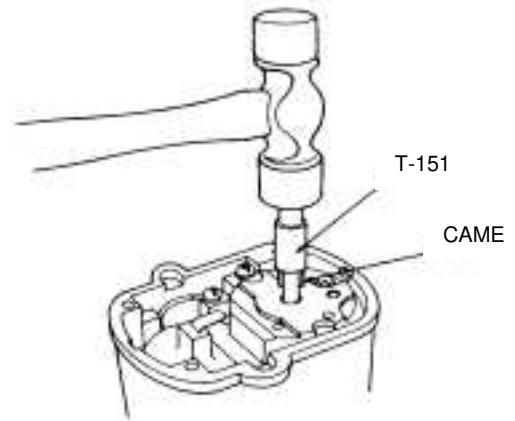

Figure 7.9
- B. Enfoncer la came jusqu'à ce qu'elle s'insère à fond dans le logement du rotor. (Voir figure 7.9)